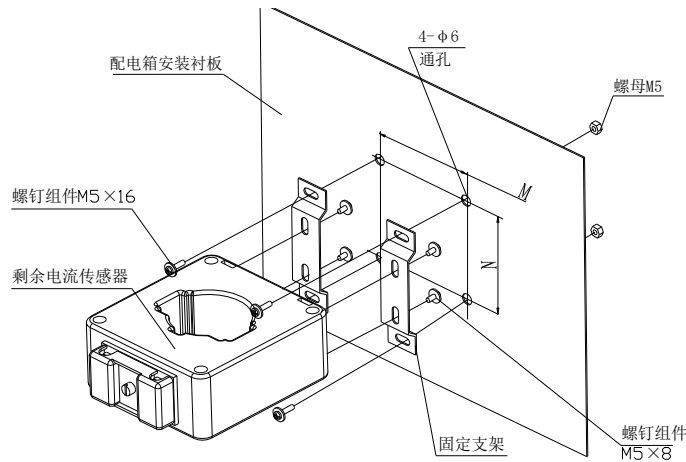
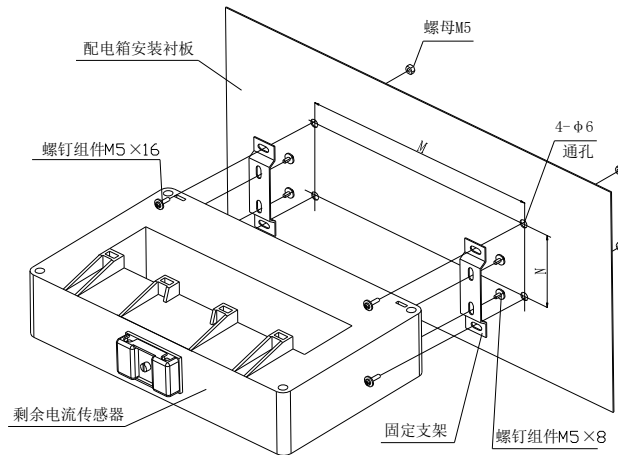
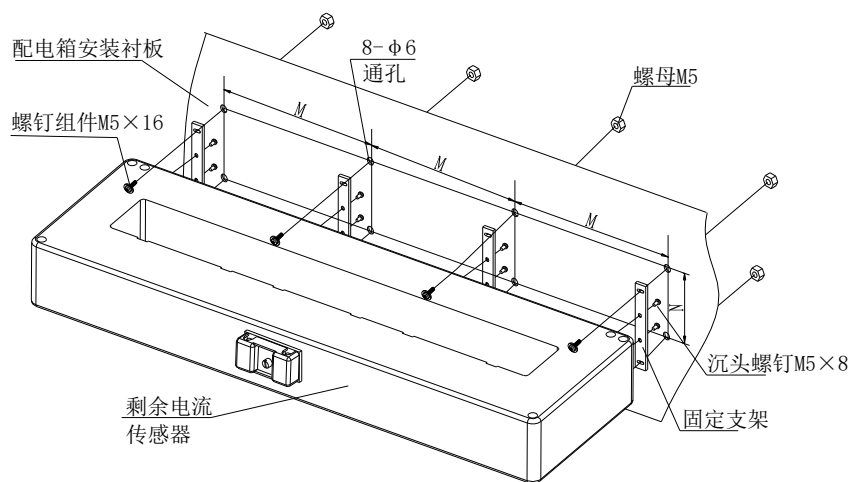
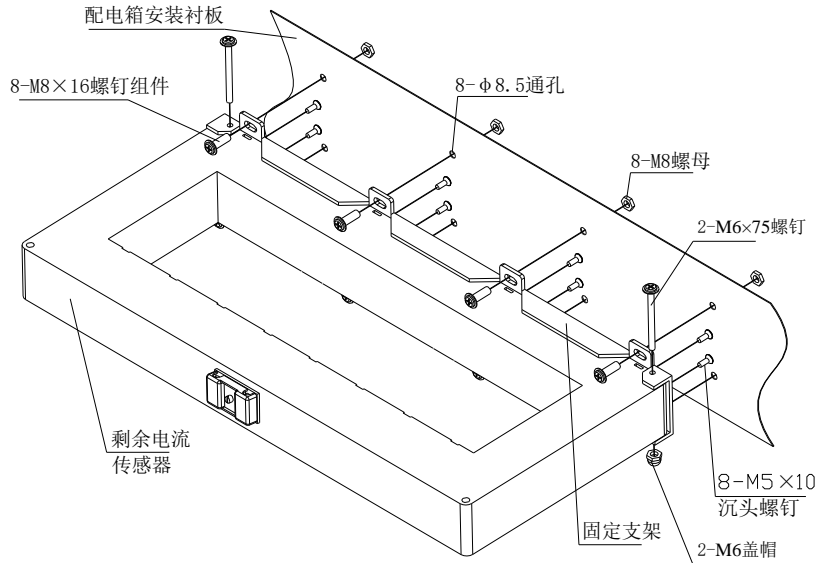

图 2.82 闭口圆孔型传感器安装过程分解图
图 2.83 闭口方孔型传感器安装过程分解图
图 2.84 闭口方孔型（DH-GSTN5600/40F）剩余电流传感器安装过程分解图
图 2.85 闭口方孔型（DH-GSTN5600/50F）传感器安装过程分解图
11.4.2 闭口圆孔型传感器安装过程分解图如图 2.82 所示，闭口方孔型传感器安装过程分解图如图 2.83、图 2.84 和图 2.85 所示，M、N 的值见表 2.21 所示。